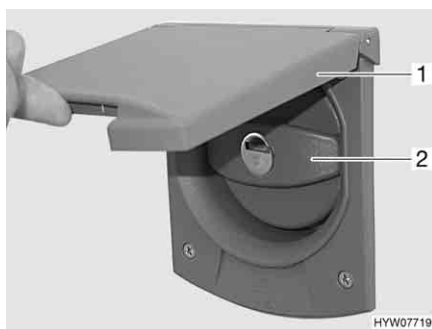

Fig. 98 Coperchio per bocchettone di riempimento dell'acqua potabile
- Alzare lo sportello esterno (Fig. 98,1) verso l'alto.
- Ruotare il coperchio blu (Fig. 98,2) di un quarto di giro.